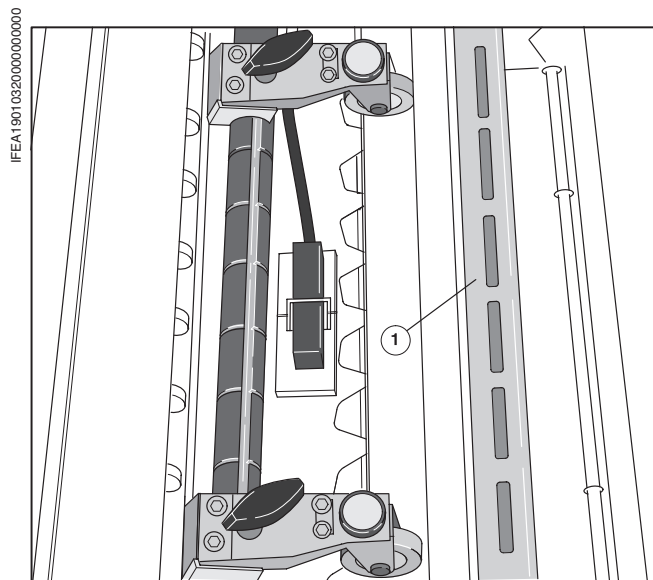

Рис. 43 Нейтрализатор статического электричества
Для устранения статического электричества с печатного материала может быть использован нейтрализатор статического электричества (специальная принадлежность). В самонакладе (Рис. 43/①) и на приемке имеется по одному нейтрализатору статического электричества.